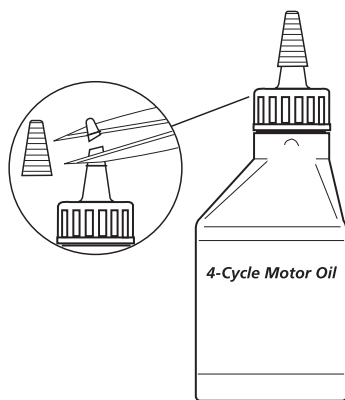

Fig. 5
Su unidad trae una botella de aceite SAE 30 SF, SG, SH de 100 ml (3,4 onzas fluidas) (Fig. 5).
1. Desenrosque la tapa de la botella de aceite y retire el sello de papel que cubre la apertura. Vuelva a colocar la tapa. Corte la punta de la boquilla del embudo (Fig. 5).